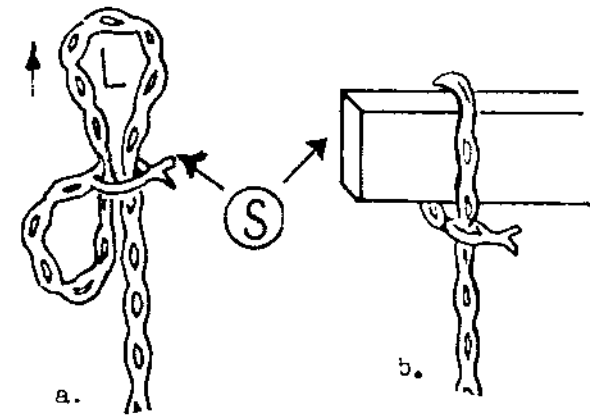

Abbildung 7
**Aufgelöster Knoten (Abb. 7)**